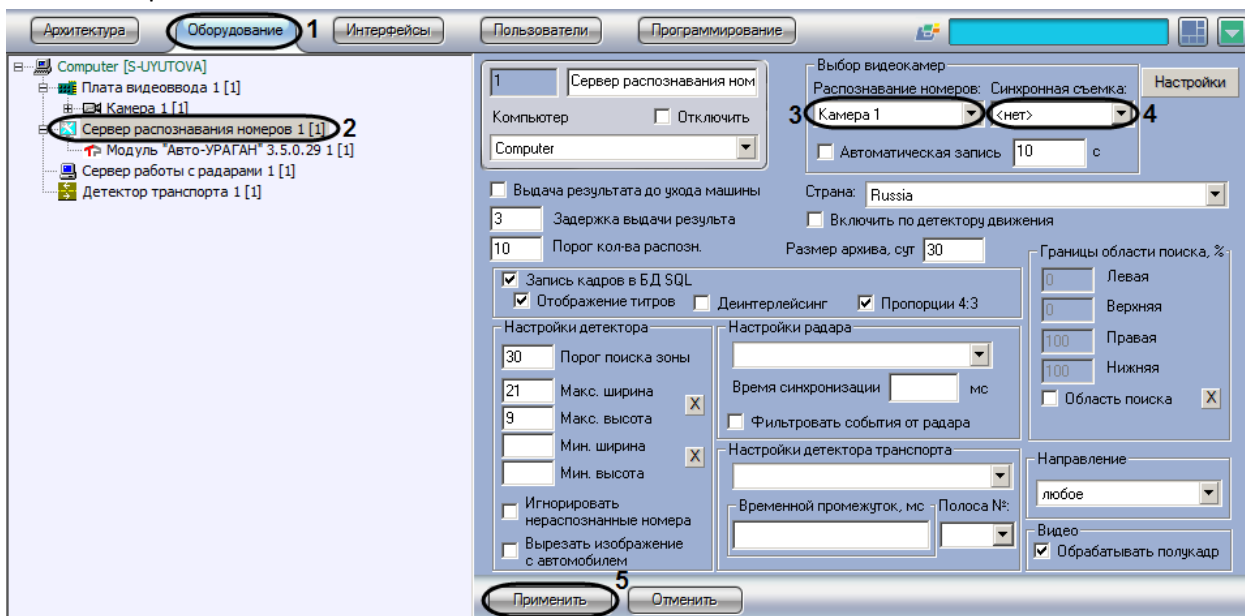

Рис. 7.2—7. Выбор объектов «Камера» для совместной работы с Сервером распознавания номеров
1. В диалоговом окне «Настройка системы» перейти на вкладку «Оборудование» (Рис. 7.2—7, 1).
2. В дереве объектов на вкладке «Оборудование» выбрать объект «Сервер распознавания номеров», соответствующий активированному программному модулю (см. раздел «Активация программного модуля, используемого для распознавания номеров», Рис. 7.2—7, 2). В правой части вкладки «Оборудование» отобразится панель настройки выбранного объекта.
3. Выбрать требуемый объект «Камера» в поле «Распознавание номеров» (основная видеокамера для распознавания номеров) (см. Рис. 7.2—7, 3).
4. Выбрать требуемый объект «Камера» в поле «Синхронная съемка» (дополнительная синхронная видеокамера) (см. Рис. 7.2—7, 4).
5. Нажать кнопку «Применить» (см. Рис. 7.2—7, 5).